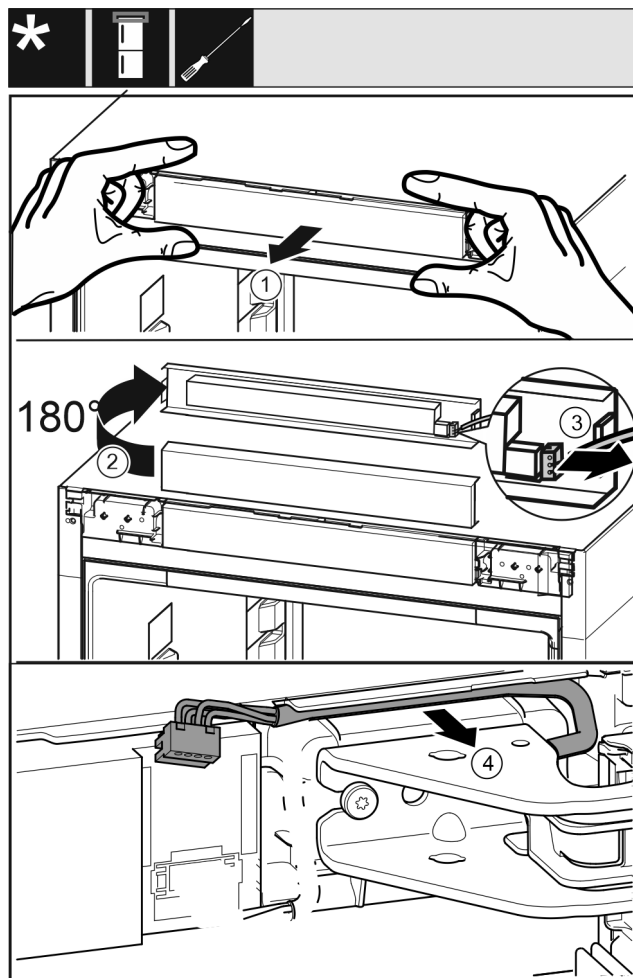

Fig. 18
- Allentare con cautela la maschera di comando Fig. 18 (1) in avanti.
- Ruotare la maschera di comando Fig. 18 (2) verso l'alto di 180°.
- Spingere il naso di arresto Fig. 18 (3) all'indietro ed estrarre con cautela la spina.
- Allentare con cautela il cavo Fig. 18 (4) dalla guida passando attraverso il blocco di supporto.